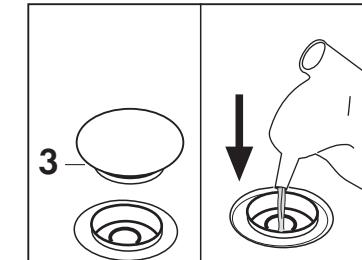

Fig. 2
- retirer le bouchon réservoir à eau (3), Fig. 2;